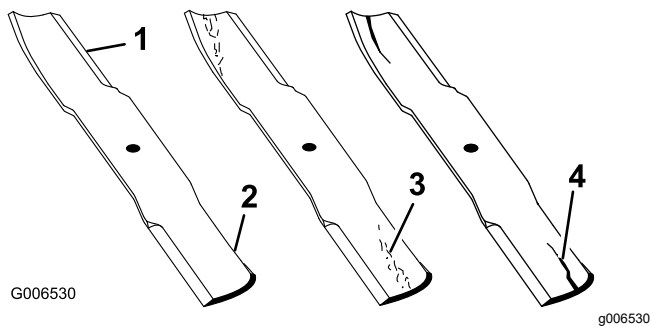

Figura 58
1. Inspectați marginile de tăiere (Figura 58).
4. Dacă observați orice crăpături, urme de uzură sau formarea unei fante în această zonă, instalați imediat o lamă nouă (Figura 58).